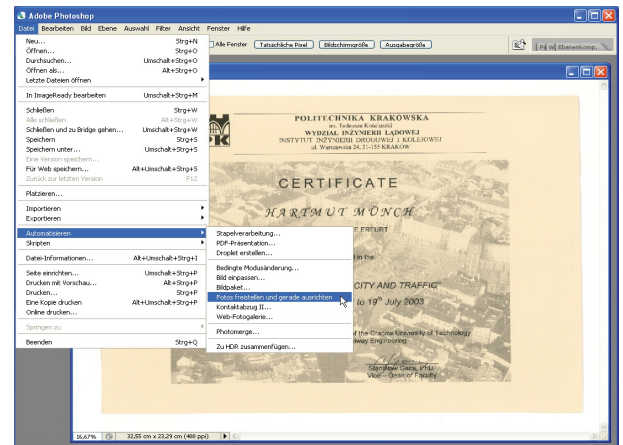

Abb. 11-49: Bild geraderichten und freistellen
- Bei Bildern mit einem deutlich vom Bildinhalt unterscheidbaren Rand (Abb. 11-49).